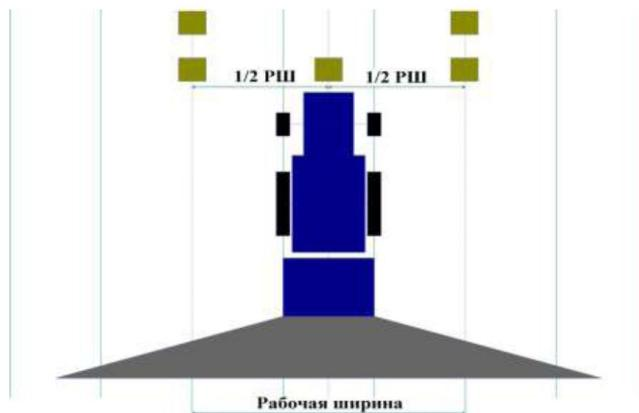

Рисунок 5.6 - Установка поддонов
- установить по два поддона друг за другом на расстоянии 1 м в зонах перекрывания и один в колее. Поддоны ставить в горизонтальном положении, установленные поддоны под углом могут привести к ошибкам при измерении (рисунок 5.6);